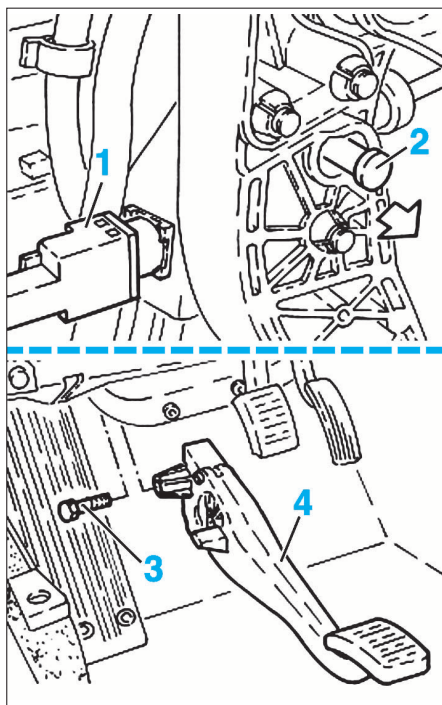

FIG. 3
• Déposer la pédale d'embrayage ; pour cela (Fig.3) : - déposer la trappe d'accès aux fusibles situé à gauche du conducteur sur la partie inférieure de la planche de bord.
- tourner d'un quart de tour le contacteur d'embrayage (1) et le sortir.
- extraire l'axe (2) du cylindre émetteur sur la pédale.
- déposer le vis de fixation (3) de la pédale d'embrayage (4).